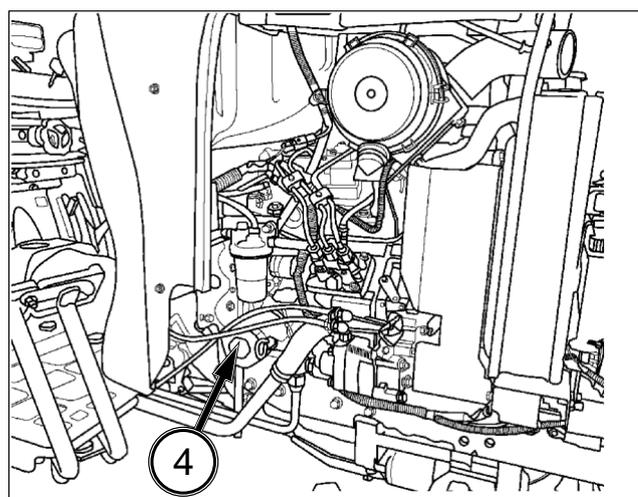

FIG. 93
FIG. 93: Para cambiar el filtro de aceite del motor - Retire el filtro de aceite (4) y deposítelo en un punto de recogida adecuado. Asegúrese de que se retire la junta original del filtro.